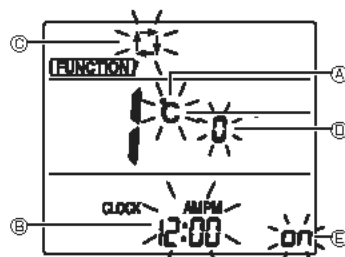

Fig. 7-10
3. Controleer of functienummer 1 wordt weergegeven en druk op de toets **⬆** ③. Het scherm voor het instellen van de weergave wordt weergegeven. (Fig. 7-10)